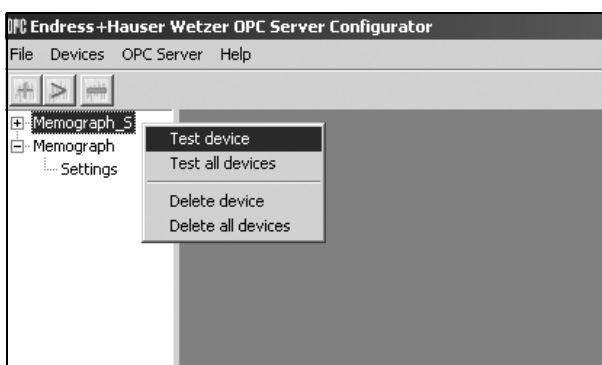

Abb. 5: Verbindungsaufbau testen
- **Einzelnes Gerät:** Klicken Sie in dem Fenster mit der Ansicht der Geräteliste mit der rechten Maustaste auf das entsprechende Gerät und wählen Sie **Delete device**, s. Abb. 5.